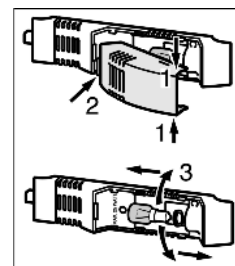

Fig. 14
- ▶ Het afdekkapje van de lamp boven en onder vastpakken *Fig. 14 (1)*.
- ▶ Het afdekkapje achter losklikken en verwijderen *Fig. 14 (2)*.
- ▶ Vervang de lamp *Fig. 14 (3)*.